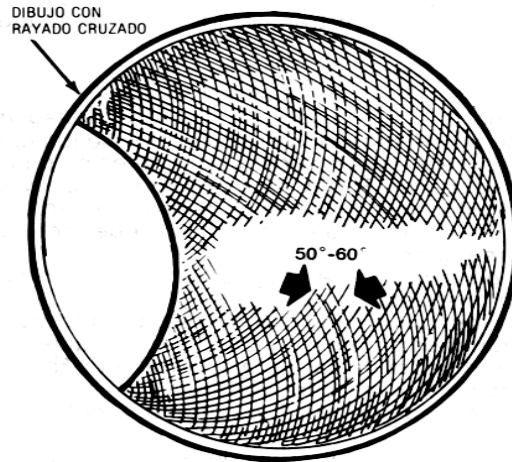

Fig. 3.37 Acabado de los cilindros
15. Haga rectificado de acabado a los cilindros: Ponga un pulidor flexible en el mandril de un taladro eléctrico e introdúzcalo en el cilindro. Haga funcionar el pulidor y muévalo hacia arriba y hacia abajo del cilindro a una rapidez que produzca un dibujo de rayado de aproximadamente 60°. (Ver Fig. 3.37)